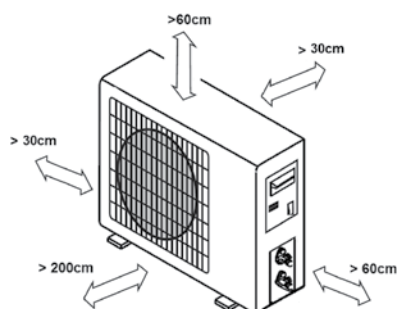

Ilustración 5
- Asegúrese de que el espacio libre en la parte trasera del módulo y en el lateral izquierdo sea de 30 cm como mínimo. El espacio libre delante del aparato debe ser de 200 cm como mínimo, y en el lateral de conexión (lateral derecho), un mínimo de 60 cm. (ver fig. 5)